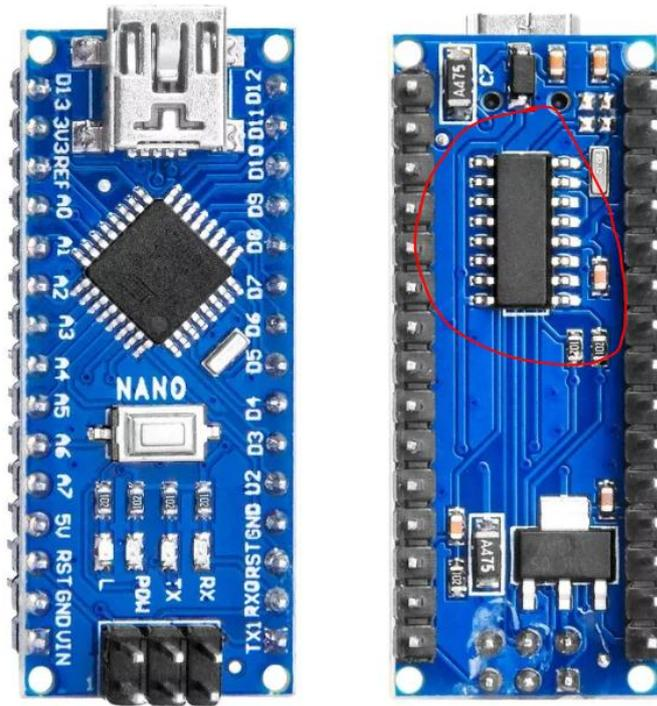

Рис. 3. Расположение преобразователя USB-UART
3. Так как платы Arduino у нас в большинстве случаев китайские и далеко не оригинальные, то для них необходимо скачать собственный драйвер, а какой именно зависит от платы. Дело в том, что сам микроконтроллер не имеет USB интерфейса, поэтому для программирования платы через USB используется микросхема-преобразователь USB-UART, которую китайские производители устанавливают какую попало. Т.о. для того, чтобы поставить нужный драйвер нужно определить название микросхемы, к примеру, у Arduino Nano USB-UART преобразователь находится снизу (рис. 3).